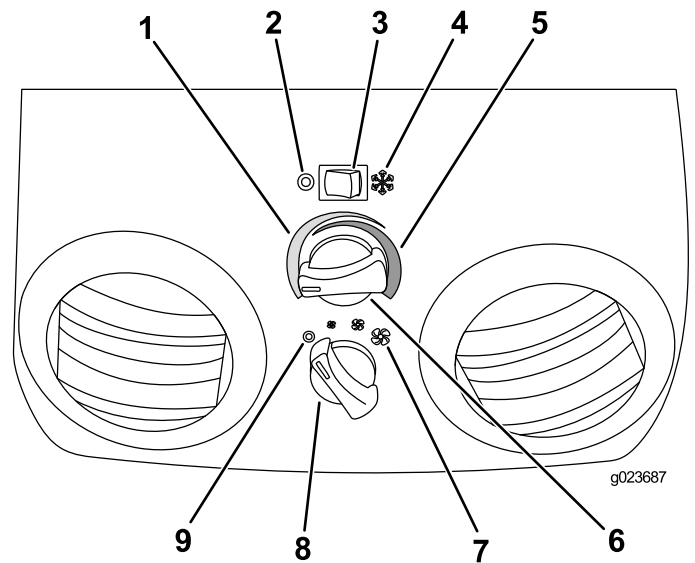

Figura 96
1. Mova o interruptor do ar condicionado à direita para colocar o ar condicionado na posição On (Figura 96).
3. Gire o seletor de temperatura à esquerda até alcançar a temperatura desejada (Figura 96).
4. Gire o seletor de velocidade do ventilador para a posição baixa, média ou alta (Figura 96).
1. Mova o interruptor do ar condicionado à esquerda para colocar o ar condicionado na posição Off (Figura 96).
3. Gire o seletor de temperatura à direita até alcançar a temperatura desejada (Figura 96).